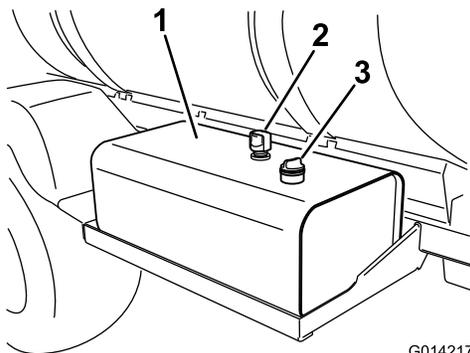

Bild 59
3. Reinigen Sie den Bereich um den Peilstab des Hydraulikölbehälters und nehmen Sie ihn ab (Bild 59).